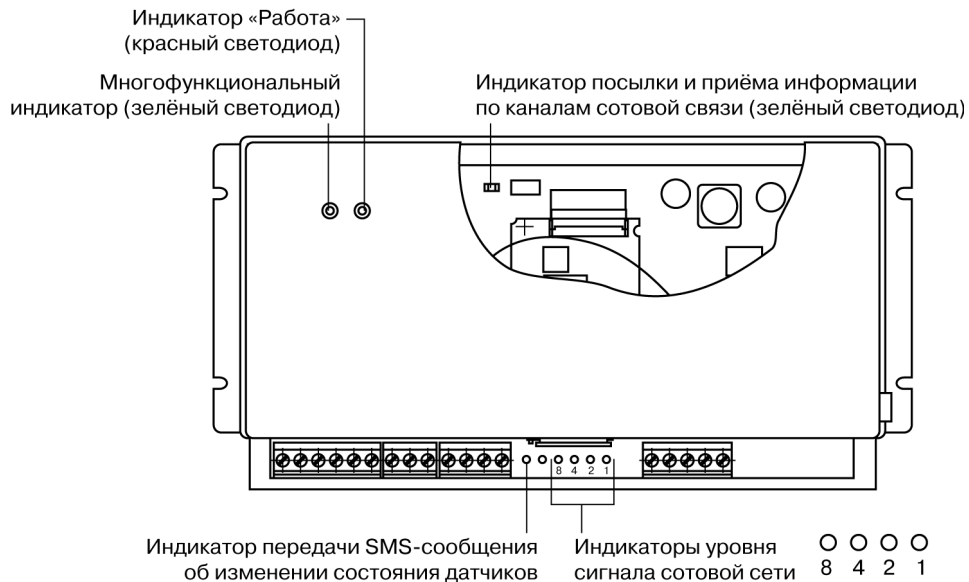

Рис. 3. Индикаторы устройства оповещения TSS-720.
Индикатор «Работа» (красный светодиод) предназначен для индикации функционирования и наличия напряжения питания устройства оповещения после включения устройства. Этот индикатор расположен на верхней крышке корпуса устройства (см. Рис. 3).
Индикаторы уровня сигнала сотовой сети предназначены для индикации уровня сигнала сотовой сети в месте установки внешней антенны, подключенной к устройству оповещения. Индикаторы представляют собой 4 зеленых светодиода (1), (2), (4), (8), расположенные рядом друг с другом на плате устройства (см. Рис. 3).
Индикатор приёма и отправки информации по каналам сотовой связи представляет собой миниатюрный зелёный светодиод, расположенный на плате устройства рядом с сотовым модулем Siemens (этот индикатор находится под крышкой корпуса). Он загорается и находится в светящемся состоянии только в течение времени приёма и отправки SMS-сообщений и прочей информации по каналам сотовой связи (см. Рис. 3).
Индикатор отправки SMS-сообщения об изменении состояния датчиков, подключённых к устройству оповещения, представляет собой зелёный светодиод, расположенный на плате устройства рядом с индикаторами уровня сигнала сотовой сети (см. Рис. 3). После перехода устройства в режим ожидания (дежурный режим) этот индикатор находится в потушенном состоянии и загорается только во время передачи SMS-сообщений об изменении состояния датчиков, подключённых к устройству оповещения.
Многофункциональный индикатор представляет собой зелёный светодиод, расположенный на крышке устройства оповещения (вариант исполнения TSS-720) рядом с индикатором «Работа» (см. Рис. 3). Он загорается после включения или перезагрузки устройства оповещения. После перехода устройства в режим ожидания (дежурный режим) яркость свечения этого индикатора снижается до минимально-различимого уровня.